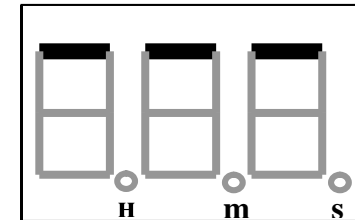

Рис.4
- выходной ток не изменится после окончания времени работы таймера (светятся все верхние светодиоды индикатора **5**) - рис.4;